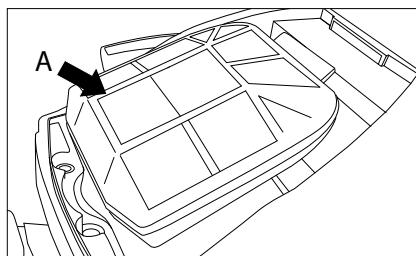

Рис. 24
1. Зніміть кришку повітряного фільтра, витягніть повітряний фільтр (A) (рис. 24).